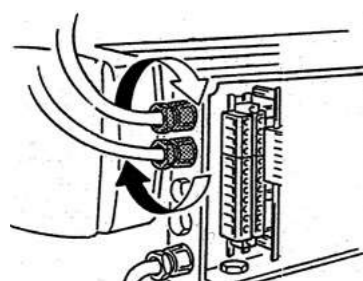

fig.39
7. Serrare a fondo i due pressacavi. (fig.39)